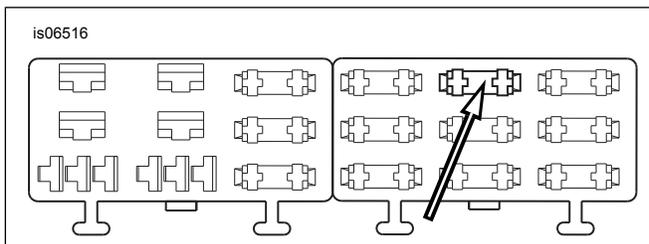

Figura 26. Cavidade do bloco de fusíveis "P&A IGN" (modelos Sportster anos 2004 a 2010)
- Veja Figura 26. Localize a cavidade de fusíveis indicada como "P&A IGN" na tampa do bloco de fusíveis do lado direito. Insira o terminal no fio adaptador laranja/branco até parar. Consulte um terminal próximo instalado na fábrica para comparar e para verificar a orientação e a profundidade corretas.